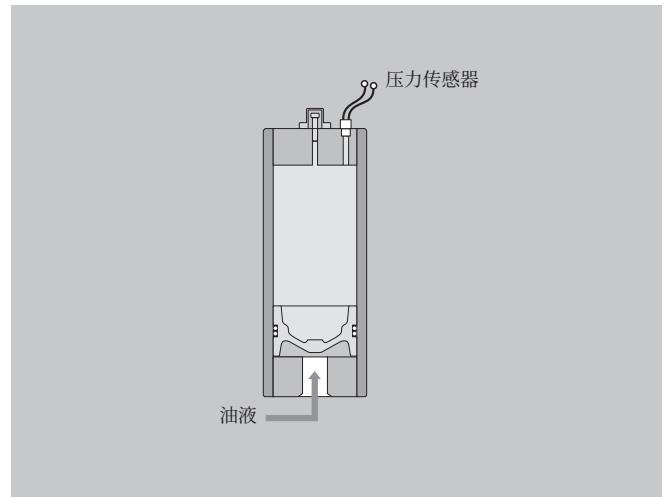

图 14a 压力传感器测量系统关闭时的实际预充气压力。
- 液压系统处于关闭状态。安装在充气侧端盖上的压力传感器或压力表(图 14a)显示出液压系统冷却后且蓄能器没有充油时的真正预充气压力。